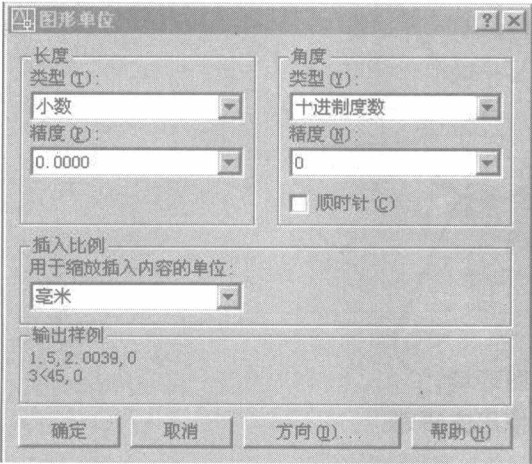
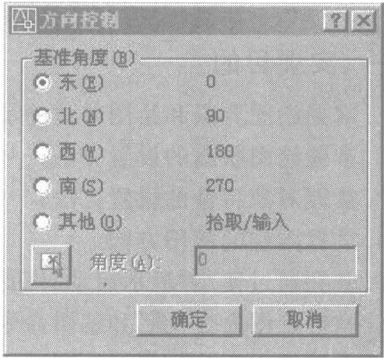

图 2-1 图形单位对话框
图 2-2 方向控制对话框
- (1) 创建一个新的图形文件,保存为“样板图.dwg”。
- (2) 设置样板图的绘图界限为(420,297)。
- (3) 设置样板图的单位,如图 2-1 和图 2-2 所示。